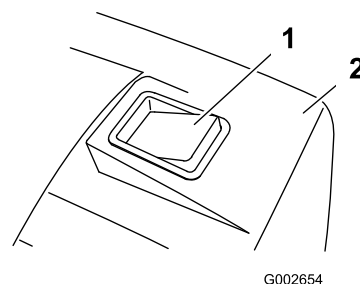

Рисунок 22
- Скашивание газонной травы с прикрепленным сборником скошенной травы производится до заполнения сборника (определяется по индикатору заполнения) (Рисунок 22).